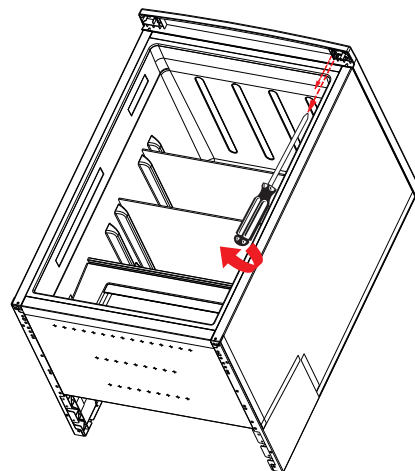

Fig. 11
- ▶ Dévissez les deux vis de fixation de la charnière supérieure de la porte du réfrigérateur à l'aide d'un tournevis cruciforme et retirez la charnière du caisson (fig. 11).